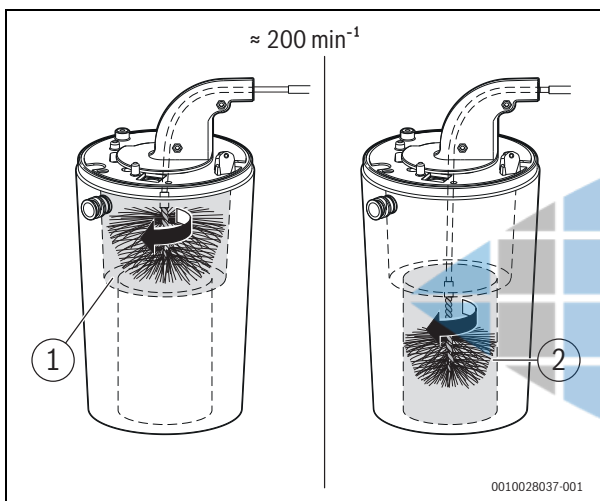

Bild 67 Wärmeblock reinigen (ca. 200 min⁻¹, nur Rechtslauf)
- Mit kleiner Bürste für den unteren Bereich wiederholen (→ Bild 67, [2]).